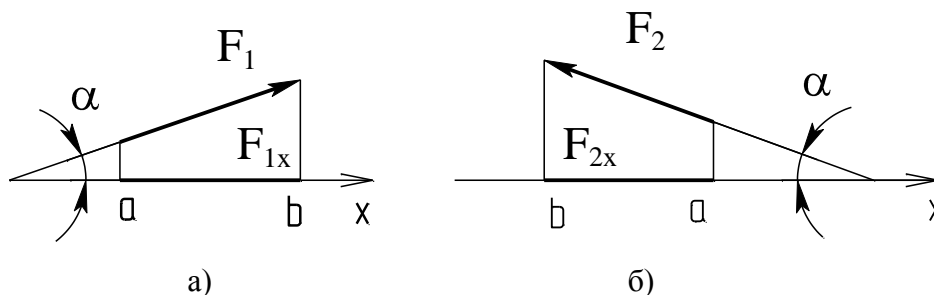

Рис.12
1. Определить знак проекции, затем модуль проекции. Проекция считается положительной, если направление перемещения от начала проекции (точка а) к её концу (точка b) совпадает с положительным направлением оси (рис.12).